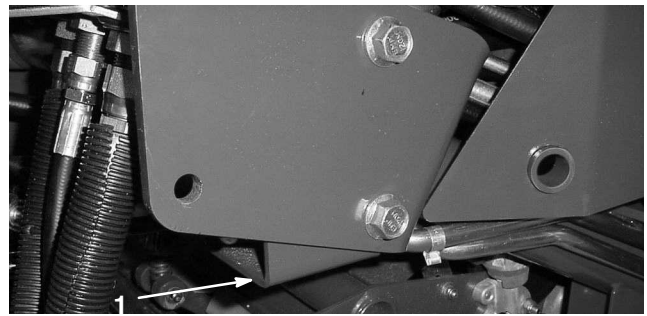

Figure 41
- Côté droit – sous le support de l'arc de sécurité (ROPS) (Fig. 41)